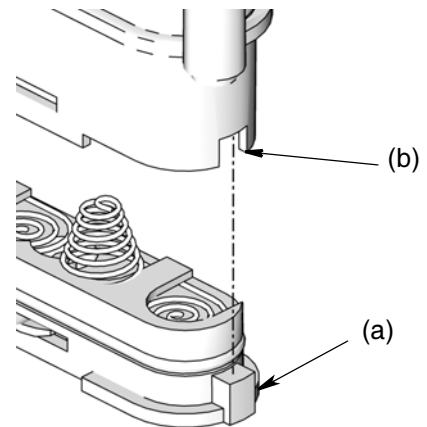

FIG. 38
- Vuelva a colocar la tapa. La cubierta está diseñada para encajar sólo de un lado en el compartimento de la pila. La muesca (a) en la cubierta se encaja en la ranura (b) del compartimento. (FIG. 38).